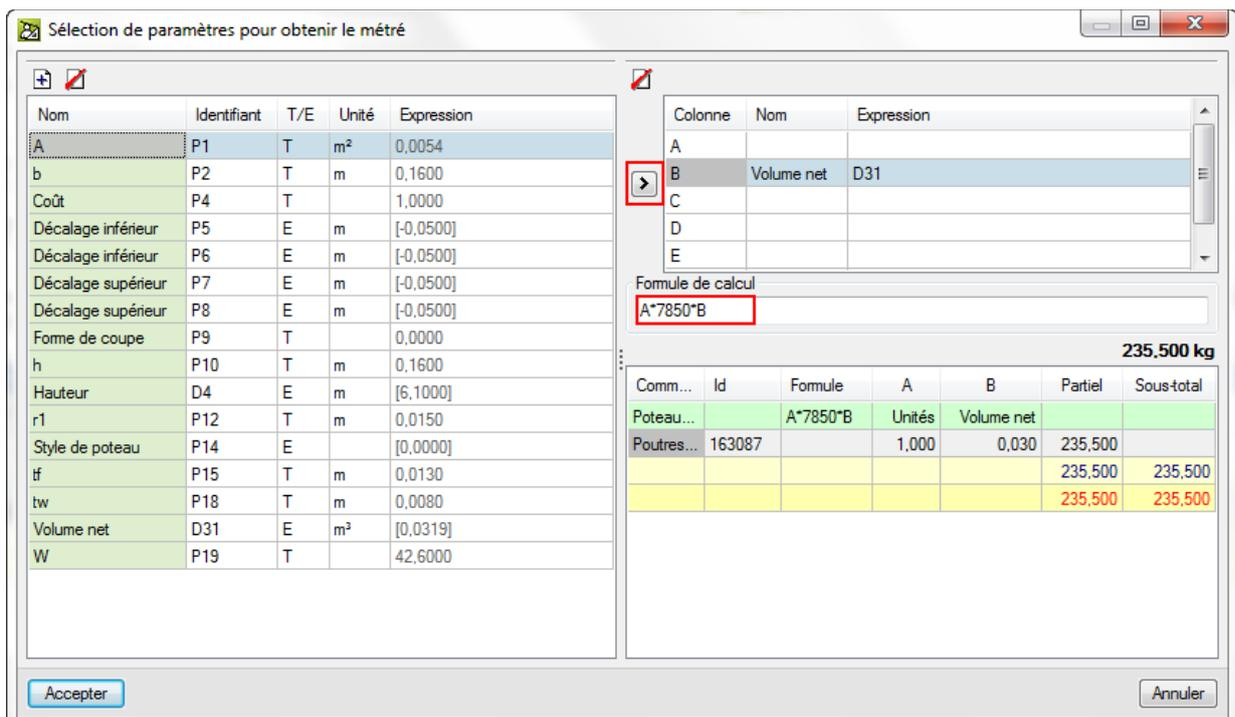

Fig. 49
- Sectionnez par exemple le paramètre 'Volume net', placez-vous sur la ligne 'B' du tableau de droite de la fenêtre ' Sélection de paramètres pour obtenir le mètre' et cliquez sur le bouton . Le paramètre se copiera dans ce tableau Fig. 49.
- Dans la zone 'Formule de calcul', introduisez l'expression $A*7850*B$ et cliquez sur le bouton 'Accepter' Fig. 49. Cette expression multiplie la colonne A, qui représente le nombre d'unités, par la masse volumique de l'acier 7850 kg/m^3 , et par la colonne B, qui représente le volume net (m^3) pour obtenir le poids en kg. On obtient le résultat de la Fig. 50.